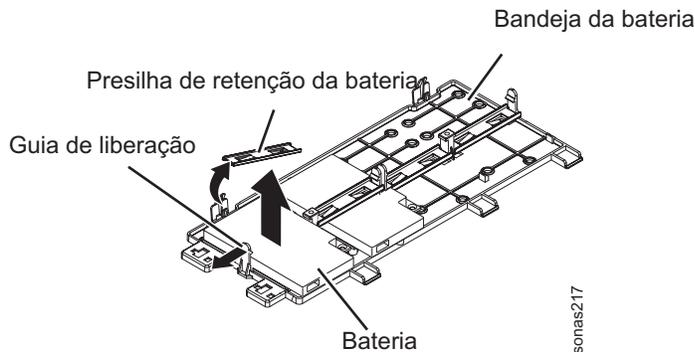

Figura 32. Liberando o Clipe de Retenção da Bateria
- a. Remova o clipe de retenção da bateria das guias que a fixam para remover a bandeja da bateria. Consulte o Figura 32.